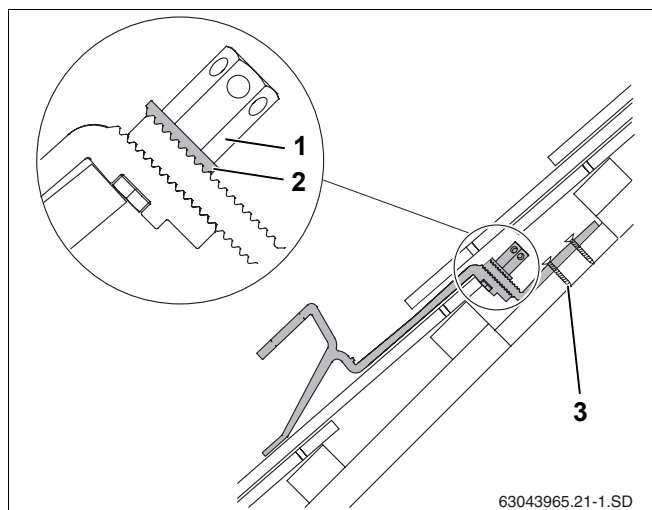

Fig. 19 Cârlig montat – prezentare în secțiune cu partea inferioară mai scurtă a cârligului
Șaiba dințată (Fig. 19, **Poz. 2**) trebuie să prindă zona dințată a părții inferioare a cârligului.
- Se strânge piulița hexagonală lungă (Fig. 19, **Poz. 1**). Pentru asta, se introduce cheia SW5 în gaura piuliței hexagonale și se rotește.
- Partea inferioară a cârligului se fixează de căprior sau scândură cel puțin în prima (Fig. 19, **Poz. 3**) și cea de-a doua gaură, cu șuruburi potrivite.